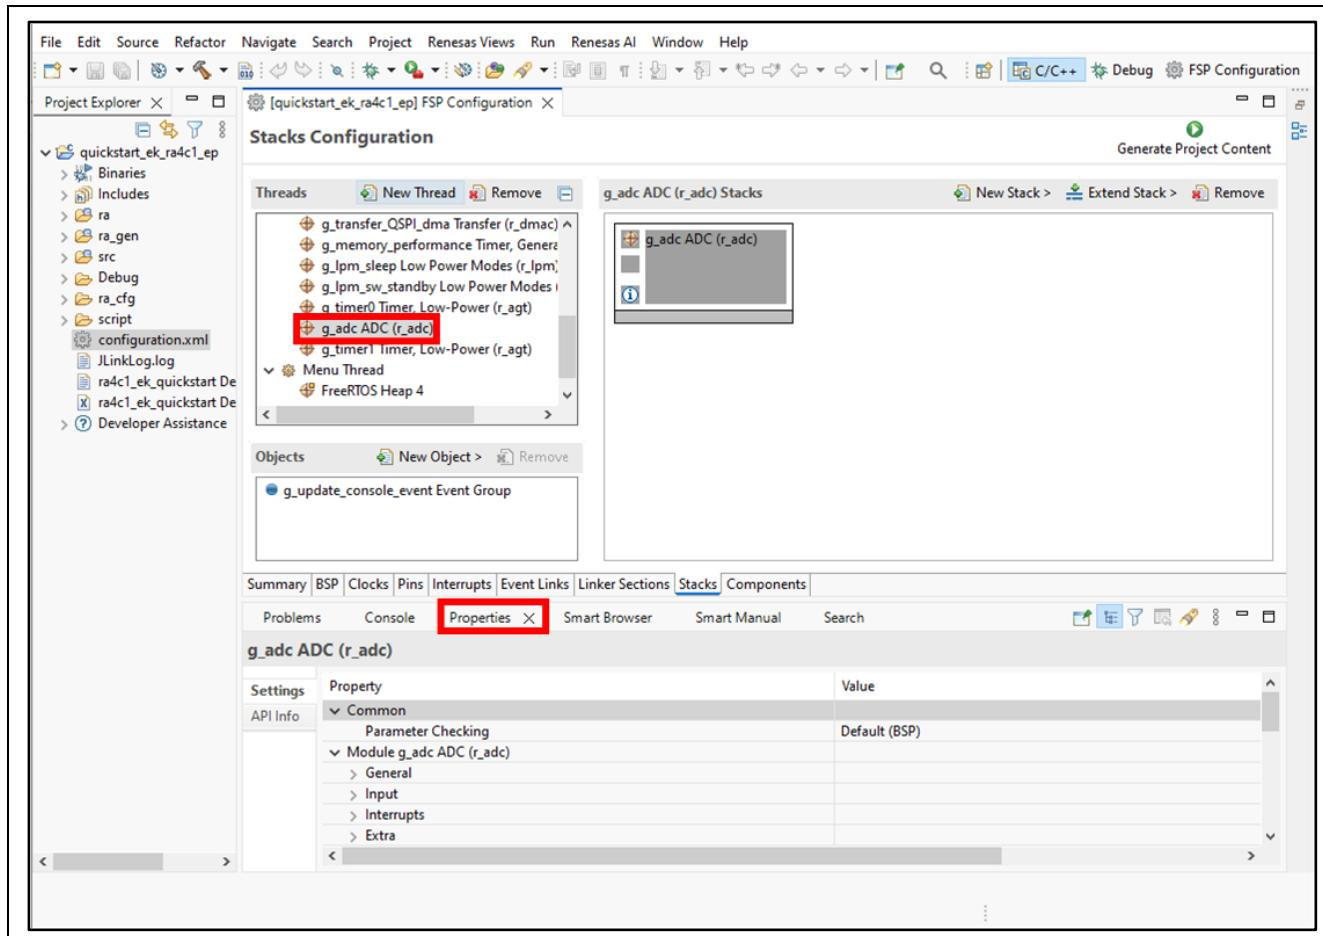

図 28. Configuration 設定の変更
2. 例えば、FSP Configuration ウィンドウの **[Stacks]** タブで、ユーザはモジュールをクリックして選択し、必要に応じて **Properties [プロパティ]** タブで構成設定を変更できます。図 28 は、ADC ドライバ設定の変更を示しています。